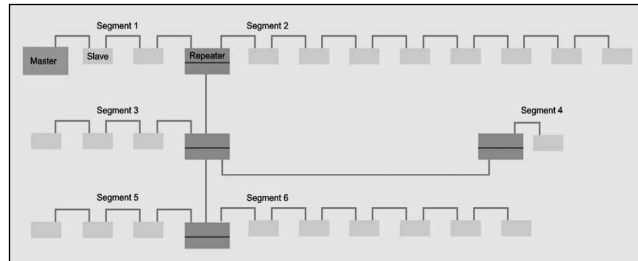

Abb. 1: Beispiel für ein segmentiertes Feldbusnetz
**D**er erfolgreiche Abschluss einer Inbetriebnahme bedeutet nicht, dass das Bussystem der Anlage für die Zukunft fehlerfrei läuft. Bei immer komplexeren Anlagen mit entsprechend vielen Bus-Segmenten und Teilnehmern (Abb. 1) sind sporadische Fehler keine Seltenheit. Diese treten oft erst nach Abnahme der Anlage auf, wenn der Systemintegrator schon längst nicht mehr vor Ort ist. Aber auch die Erweiterung der Anlage und somit die Integration weiterer Teilnehmer ist üblich. Hier ist wieder ein Messwerkzeug erforderlich, das herstellerunabhängig eine Diagnose und Analyse zulässt.